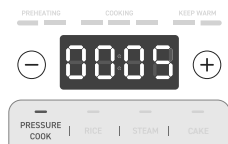

Figura 4.3
3. Selezionare **Cottura a pressione** e premere i pulsanti – oppure + per regolare il tempo. **[Figura 4.3]**